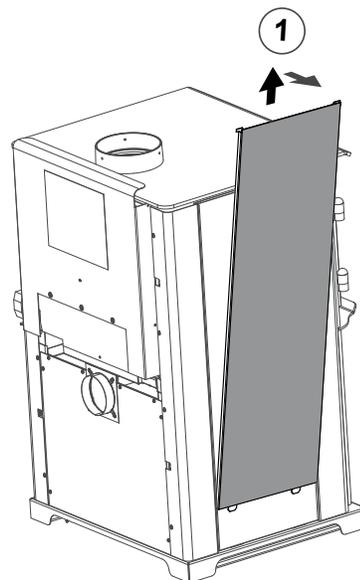

Figure 17.4
- 1. Retirez le panneau complet du côté en le soulevant et en le retirant de l'appareil (utilisez un outil plat afin de forcer le bas au besoin) (Figure 17.4).
1. Retirez le cadre des tuiles du côté de l'appareil en le soulevant et le retirant de l'appareil (La figure 17.4 présente le retrait du panneau latéral complet).